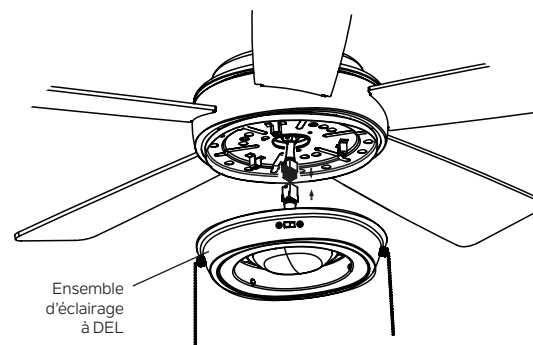

Fig. 19
Étape 2. Fixez solidement le connecteur à 9 broches à la prise du faisceau de câbles dans l'assemblage du moteur (Fig.19)